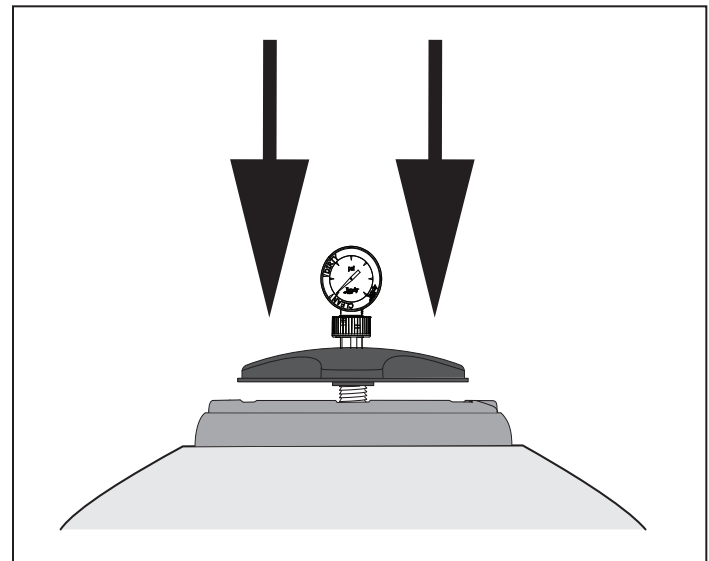

Figure 8. Taper pour libérer le joint torique
2. Appuyer sur le volant de réglage fermement pour libérer le joint torique. Voir la Figure 8.